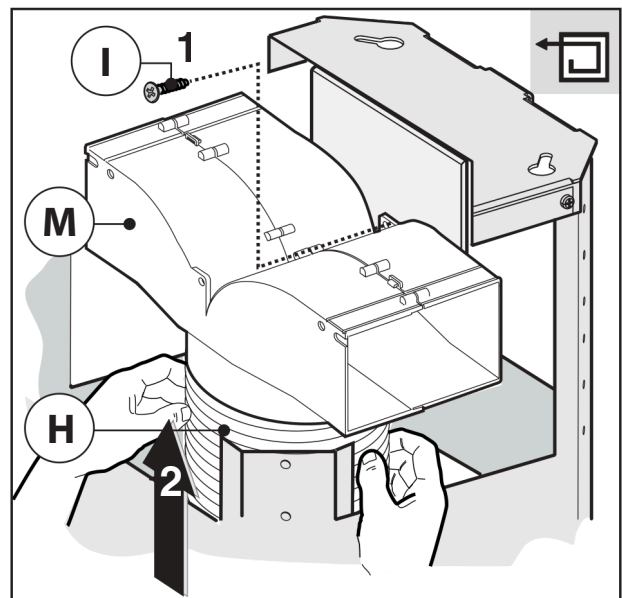
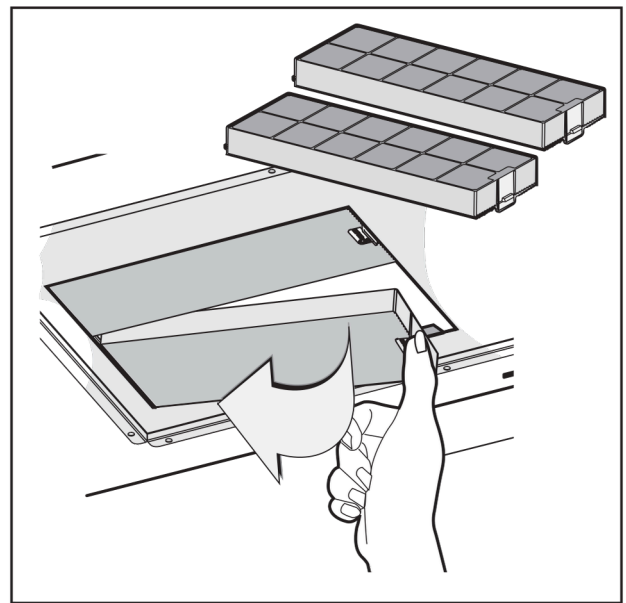
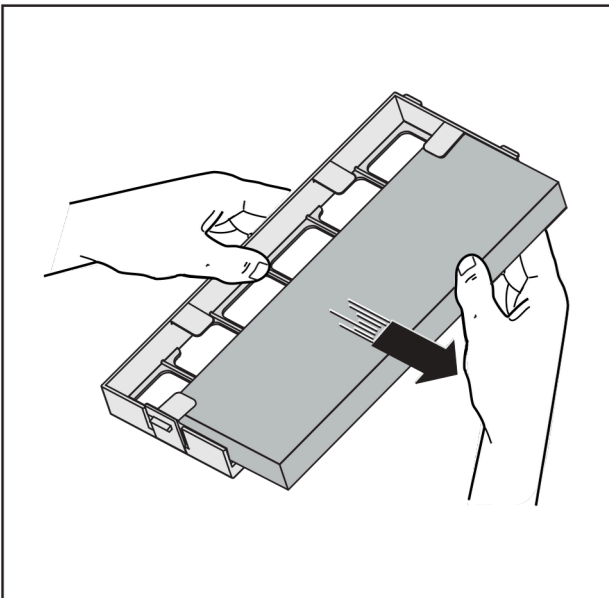

Fig.13
Fig.16
Fig.17
Filterversion: vi tillhandahåller två olika satser, en med lådkolfilter (Fig.16) och en med kolfilter som kan återställas (rengöras) (Fig.17).
- Koppla den flexibla slangen till luftavskiljare **M** och vrid åt skruven **I** enligt anvisning i (Fig.13), de aktiva kolfiltren måste sättas in på utsugningsenhten inne i flätkåpan (Fig.16).